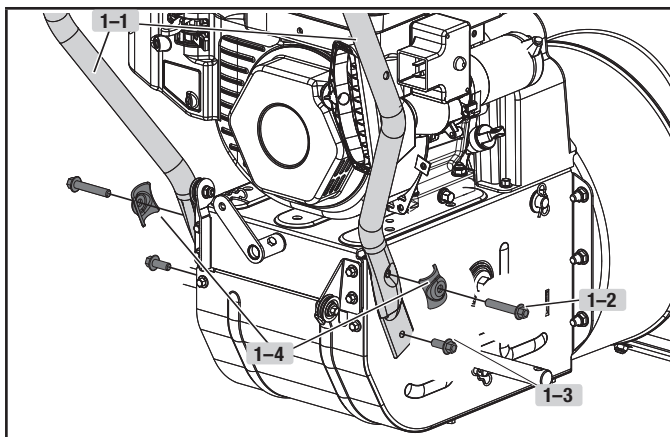

Figure 1
1. Fixez la poignée inférieure (1-1) sur le corps de la machine au moyen des boulons (1-2, 1-3) et des rondelles (1-4) (figure 1). Répétez la procédure de l'autre côté.